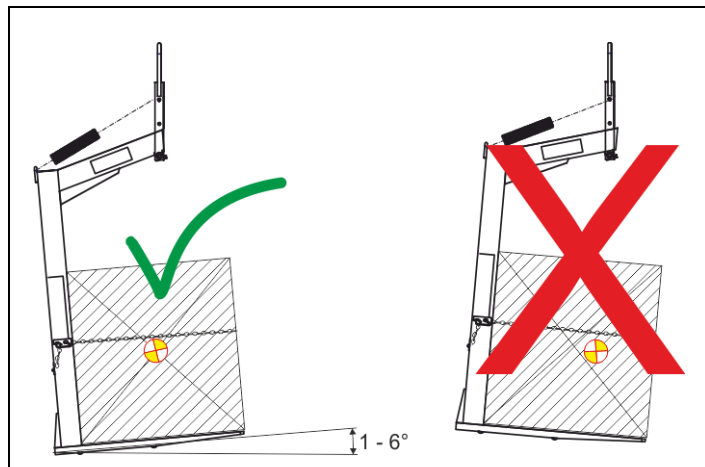

Abb. 2 Lastschwerpunkt Federlastausgleich
- ⇒ Korrekte Lage der Krangabel ↗ Abb. 2 kontrollieren.